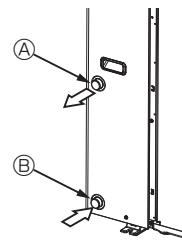

Fig. 4-1
4.1. Połączenie rur wodnych (Fig. 4-1)
- Położenie rur wlotowych i wylotowych pokazano na Fig. 4-1.
[Fig. 4-1]